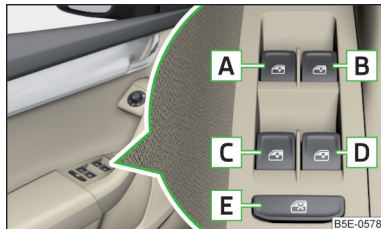

Fig. 39
### Tastele geamurilor acționate electric » fig. 39
- După deschiderea portierei șoferului sau a pasagerului față, operarea geamurilor va mai fi posibilă numai de la butonul **A** » fig. 39, prin apăsarea, respectiv tragerea acestuia pentru 2 secunde.
- ▶ **sau:** Decuplați contactul, deschideți portiera șoferului și mențineți butonul până la capăt în poziție de deschidere » *fig. 39 la pagina 59*.
- ▶ **sau:** Decuplați contactul, deschideți portiera șoferului și mențineți butonul până la capăt în poziție de închidere » *fig. 39 la pagina 59*.